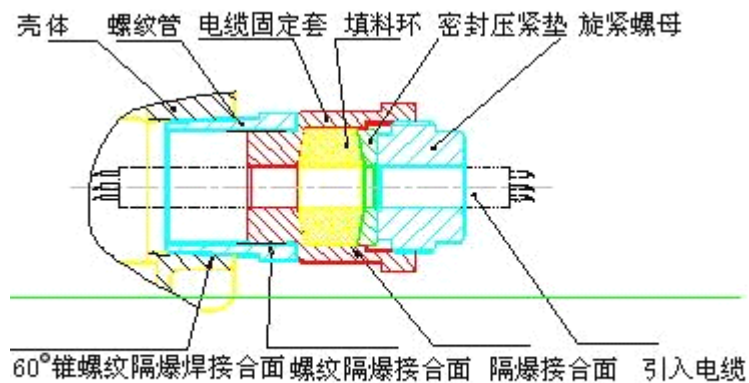

图 3-8
3.2.11.3 防爆型执行机构导线的引入连接，见图3-8：